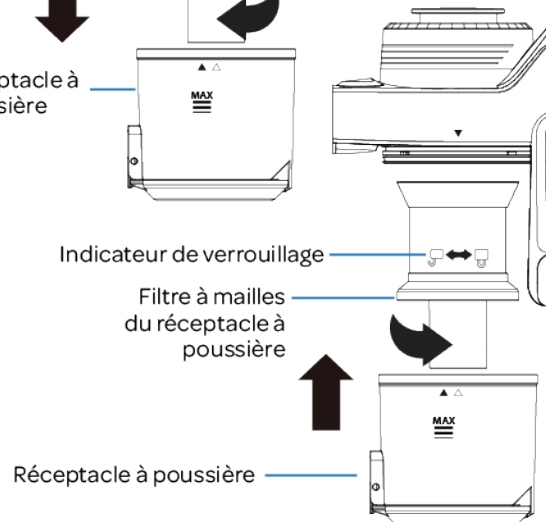

Figure 8
6. Remettre en place le filtre à mailles du réceptacle à poussière en poussant le filtre vers le haut sur le corps de l'aspirateur et en le faisant tourner vers la droite pour le verrouiller en place (Figure 8).
7. Remettre en place l'ensemble réceptacle à poussière (Figure 8, voir les instructions ci-dessus).